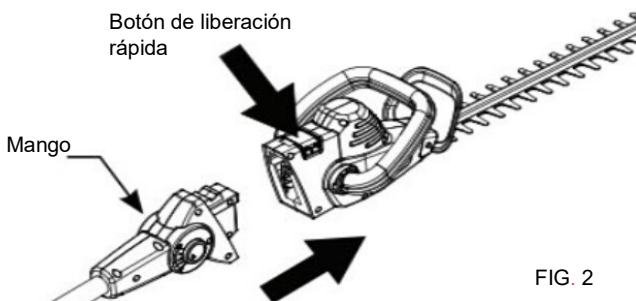

FIG. 2
2. Introduzca el tubo telescópico en el cabezal de corte del cortasetos de tubo. (Fig. 2) Presione el botón de liberación